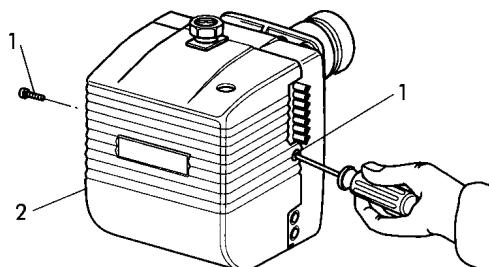

fig.1
Para acceder a los componentes principales es suficiente quitar la tapa protectora como ilustra la (fig.1).
- Cerrén la llave del gas y desconecten la rampa de gas del quemador. Desatornillen los tornillos 1 y quiten la tapa protectora 2 (fig.1).